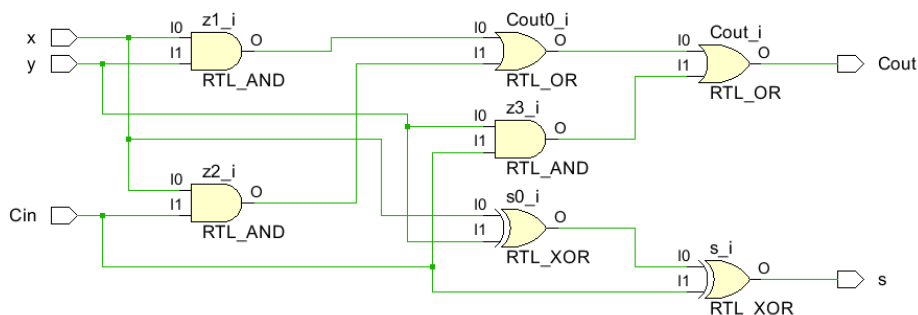

图 3.18 对应的 RTL 分析结果
- 分别编写教材图 3.18、3.20 例子，对比 vivado 工具的 RTL 分析结果，截图并给出你对结果的理解；